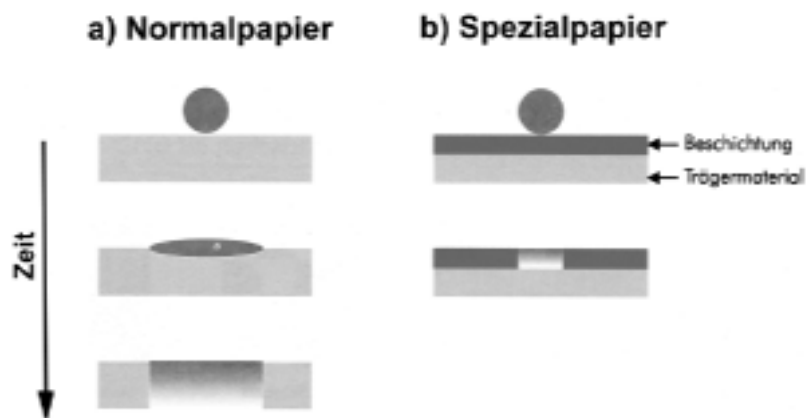

Abbildung 2.31 Papierqualität und Farbverlauf (nach: Epson)
- es kommt nicht nur auf den Drucker an, sondern auch auf das Papier (vgl. weiter unten Abbildung 2.31),
Da das Drucken eigentlich ein Aufspritzen flüssiger Farbe ist, kommt es aufs Papier an. Manche Papiersorten wellen sich unter dem Einfluß der Feuchtigkeit, in allzu saugfähigem Papier verläuft die Farbe. Wir merken uns: Je höher die Anforderungen an die Druckqualität, desto wichtiger die Papierauswahl. Also: nicht um jeden Preis sparen (Abbildung 2.31).
Erklärung zu Abbildung 2.31: